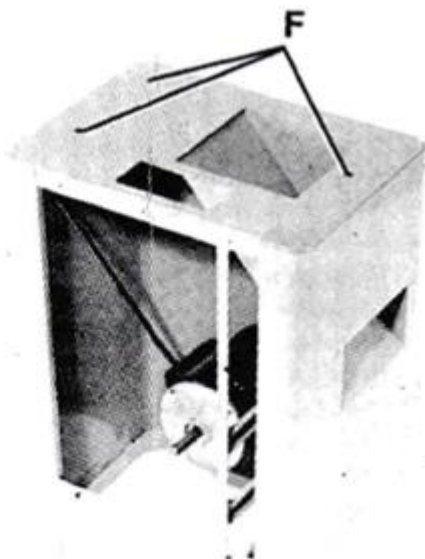

Рис. 4
Выровняйте три отверстия (F) – Рис. 4 в верхней части стойки с тремя резьбовыми отверстиями в нижней части основания станка.